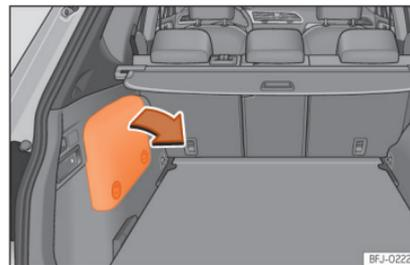

Fig. 249 Localização da bateria na bagageira
- Retire a tampa do revestimento lateral para ter acesso à bateria de 12 V »»» Fig. 249.